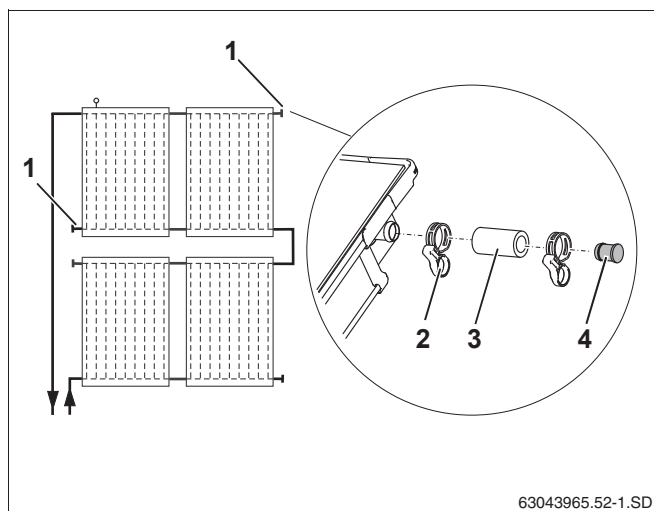

Рис. 40 Предварительный монтаж заглушек
Установите заглушки на неиспользуемые подключения коллектора (рис. 40, поз. 1).
- ▶ Наденьте шланги 55 мм (рис. 40, поз. 3) с предварительно установленными на них заглушками на оба свободных подключения.